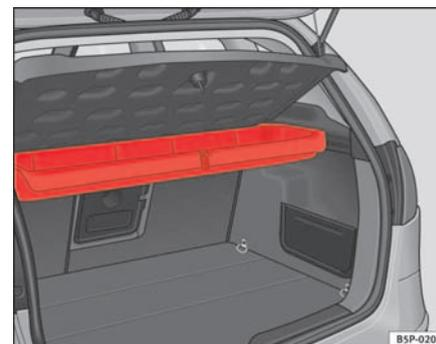
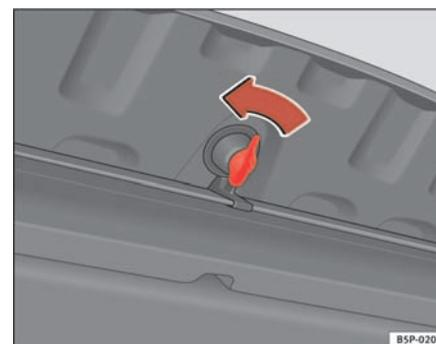

Fig. 117 Alojamiento para el triángulo de preseñalización bajo la bandeja posterior
Fig. 118 Apertura de la caja portaobjetos
El triángulo de preseñalización* se encuentra debajo de la bandeja posterior en una caja portaobjetos ⇒ página 147, fig. 117. Para abrir esta caja portaobjetos, gire el pestillo 90° ⇒ página 147, fig. 118.
- Abra la caja portaobjetos girando el pestillo 90°. ⇒ página 147, fig. 118